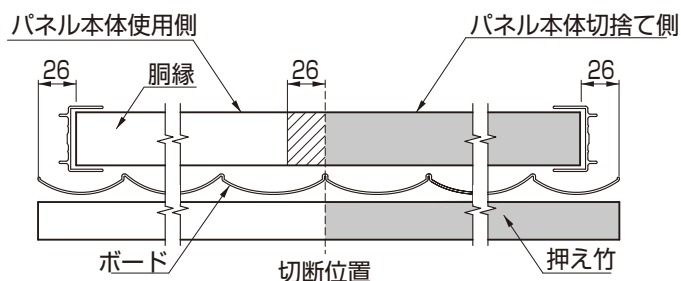
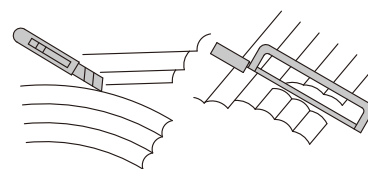

図3-2
図3-3
- ③ボード・押え竹をノコギリ、カッターを使い切断してください。(図3-2,図3-3参照)
- ④パネル本体使用側の胴縁はボード・押え竹切断位置から26mm短く切断してください。(図3-2参照)